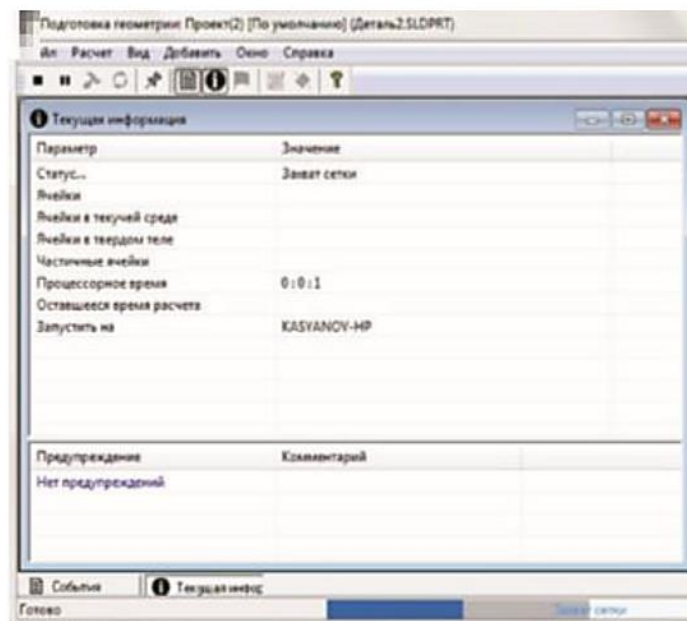

Рис.14 – Процесс розрахунку анализу
12. Натискаємо на кнопку «Запустити», і програма автоматично починає процес розрахунку газодинамічного аналізу (рис.14).